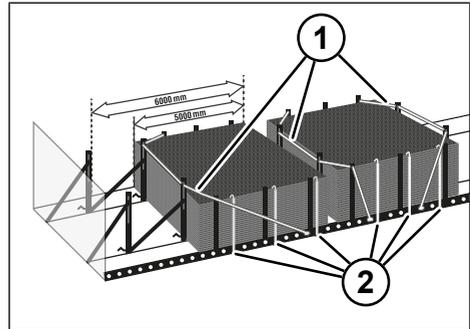

Fig. 8-56: Plaquer les tapis sidérurgiques
- ▶ Lorsque le paquet de tapis sidérurgiques est uniquement chargé dans la position avant, arrimer également les poteaux de fixation arrière. Veiller à ce que les sangles d'arrimage reposent sur les angles de la cargaison. Utiliser la protection des bords (voir "Fig. 8-56: Plaquer les tapis sidérurgiques", p. 170).